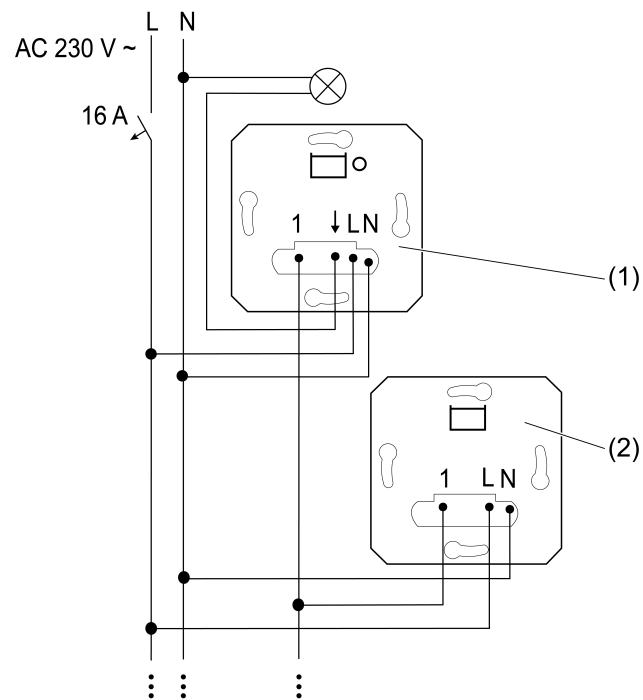
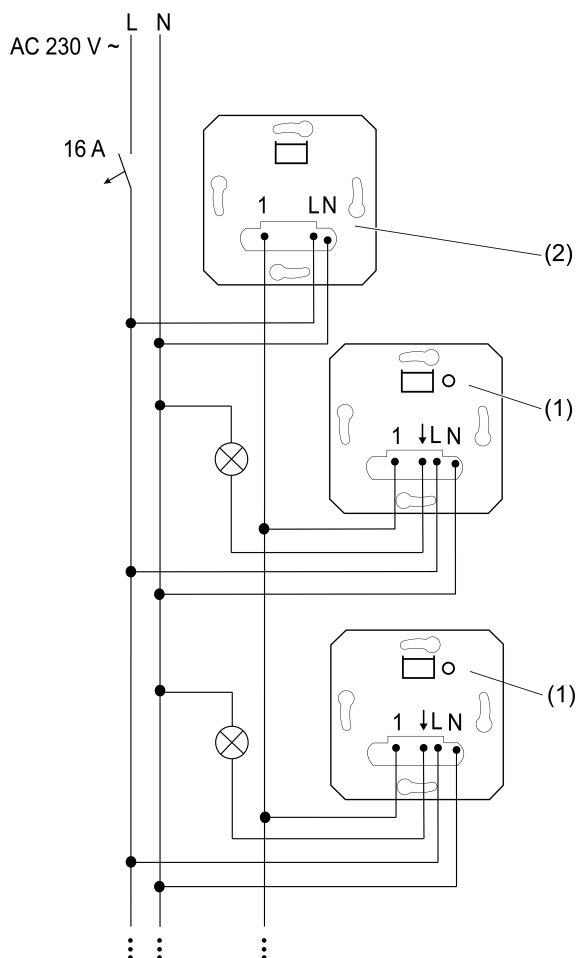
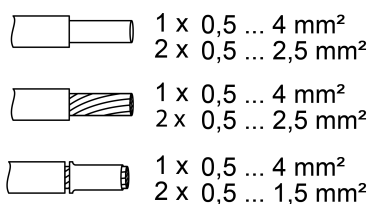

Bild 1: Anslutningsschema tretrådiga sidoenheter till en huvudenhet
Bild 2: Anslutningsschema för flera huvudenheter till en tretrådig sidoenhet för central styrning
Bild 3: Klämbara ledningsareor
i Upp till fem tretrådiga sidoenheter (2) kan anslutas till en huvudenhet (1) (Bild 1).
- i** Upp till fem lika eller olika huvudenheter (1) kan styras gemensamt av en tretrådig sidoenhet (2) (Bild 2).
- Anslut sidoenheten (2) enligt anslutningsschemat (Bild 1) och (Bild 2). Observera då de klämbara ledningsareorna (Bild 3).